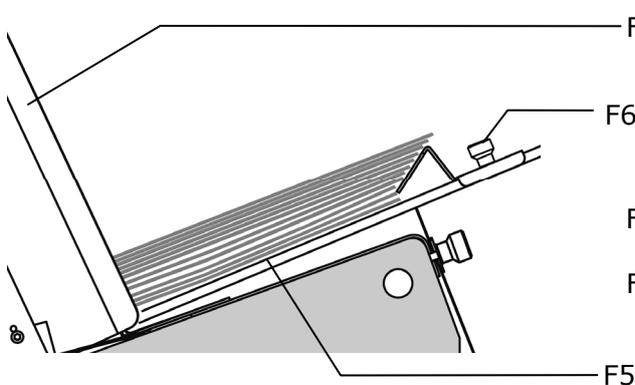

Abbildung 13: Justieren der Papierstütze und des Läufers, Seitenansicht
Bringen Sie die Papierstütze (F5) in eine niedrige und mittige Position. Legen Sie einen kleinen Papierstapel ein, wie in Abbildung 13 gezeigt.
- Justieren Sie den Läufer (F6), wie in Abbildung 13 dargestellt. Die untersten zwei oder drei Exemplare des Materials sollten lose aus dem Stapel fallen, sodass sie mühelos von der Zuführungsrolle erfasst werden können.